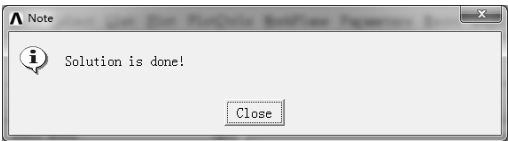

图 9-75 “Note”对话框
2) 选择“Main Menu>Solution>Solve>Current LS”命令，弹出求解信息窗口，其中“/STATUS Command”窗口显示所要计算模型的求解信息和载荷步信息。单击“Solve Current Load Step”对话框中的“OK”按钮，程序开始求解，求解完成后弹出“Note”对话框，如图 9-75 所示。单击“Close”按钮关闭。